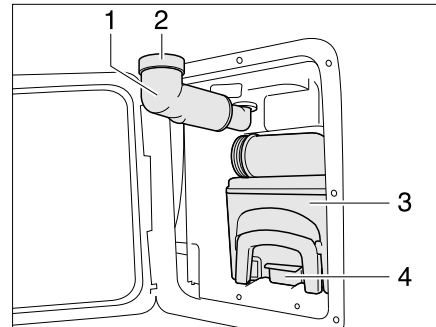

Bild 143 Thetford-Kassette
- Frischwasser-Einfüllstutzen (Bild 143,1) nach außen schwenken.
- Schraubkappe (Bild 143,2) abnehmen.